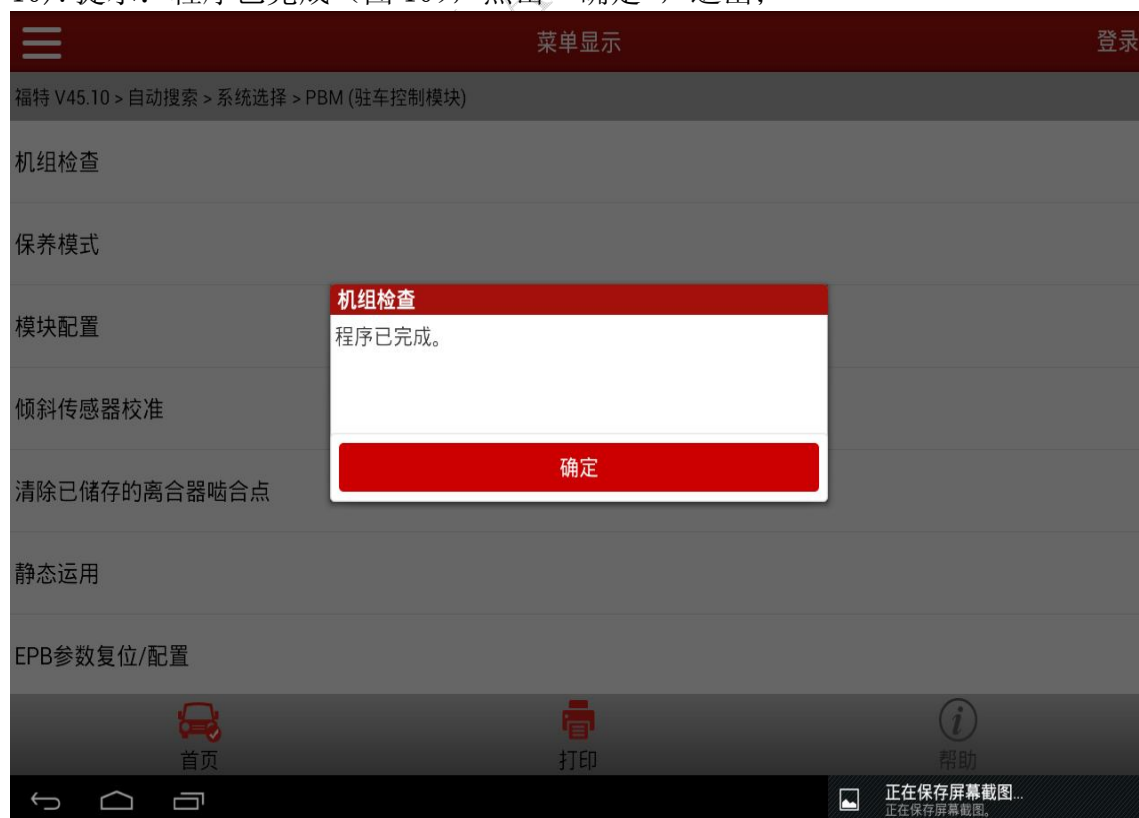

图 10
10). 提示：程序已完成（图 10），点击“确定”，退出；